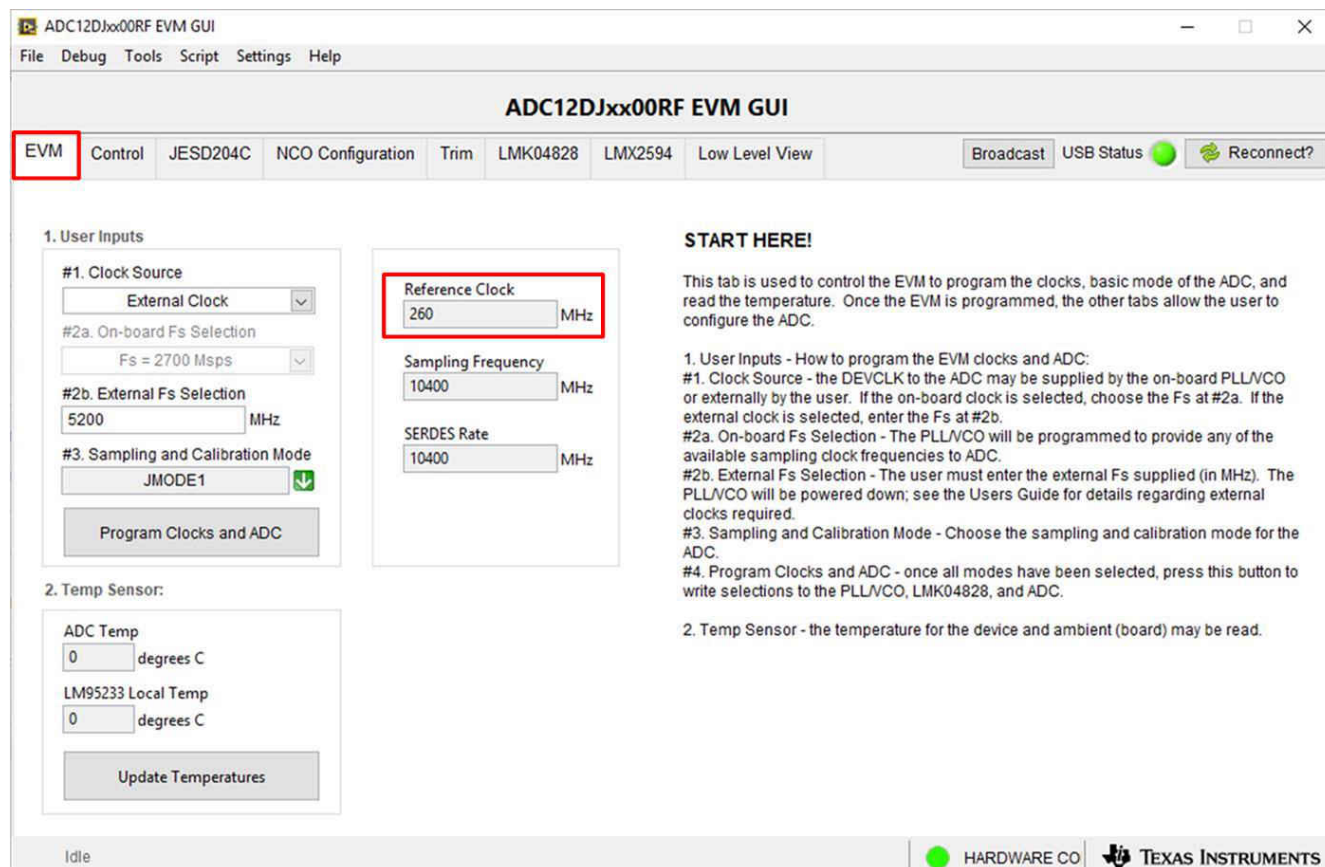
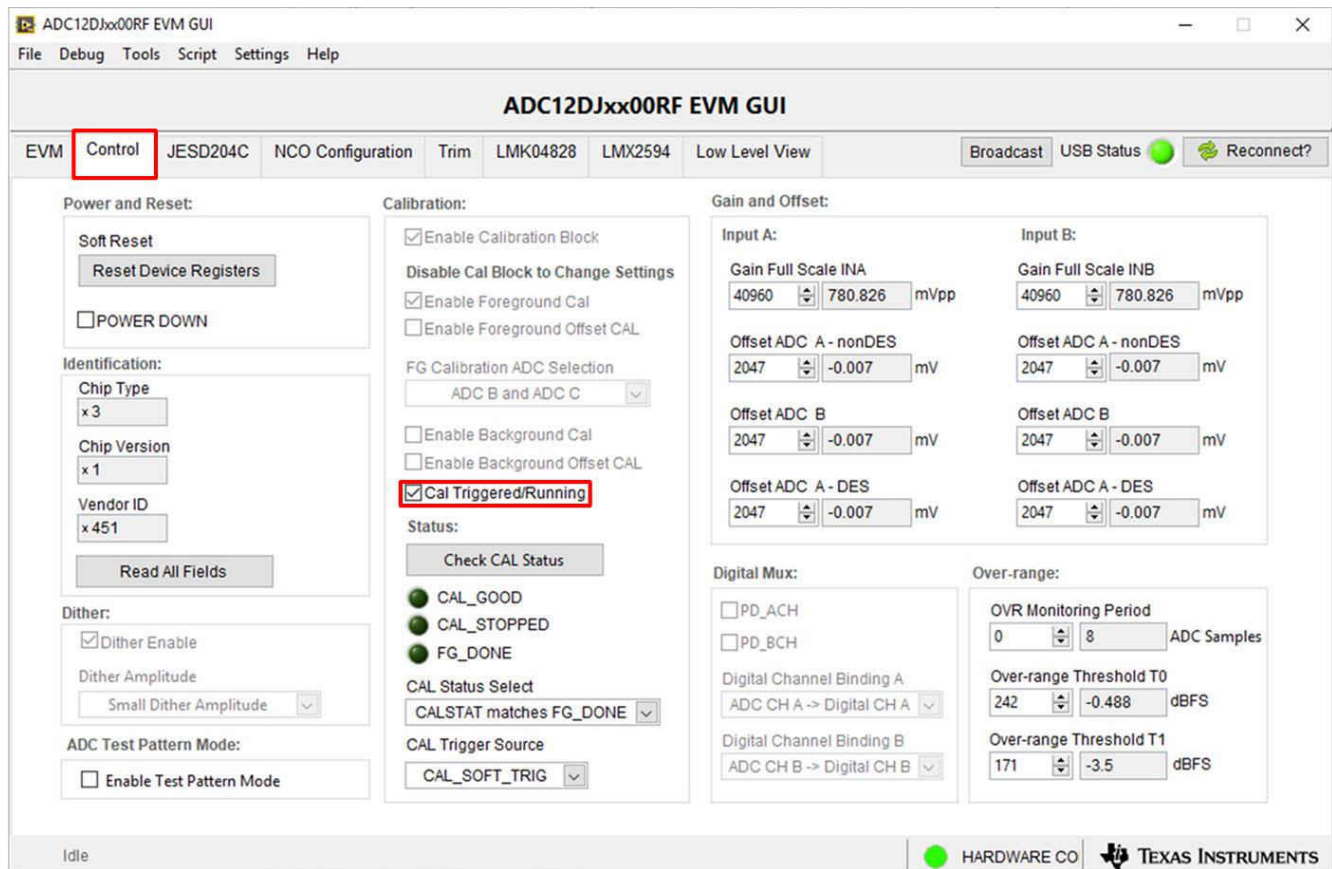

图 3-2. EVM 选项卡配置 GUI
图 3-3. ADC 控制配置 GUI
- a. 参考时钟频率可从 ADC12DJ5200EVM GUI 获取。将 ADC12DJ5200EVM GUI 配置为所需的 JMODE 模式和时钟速率后，EVM 所需的参考时钟频率会显示在 GUI 的第一页上，在图 3-2 中以红色方形显示。
图 3-2 和图 3-3 分别显示了已打开 *EVM* 选项卡和 *Control* 选项卡的 GUI。面板顶部的选项卡将配置分为器件和 EVM 特性，其中用户友好型控件和“Low Level”选项卡可用于直接配置寄存器。EVM 具有三个可配置器件，即 ADC12DJ5200RF/SE、LMK04828、LMK61E2 和 LMX2594。每个器件的寄存器映射都可在器件数据表中找到（分别为 ADC12DJ5200RF/SE 10.4GSPS 单通道或 5.2GSPS 双通道、12 位射频、具有双环路 PLL 的超低噪声且符合 JESD204B 标准的 LMK0482xB 时钟抖动清除器和 LMX2594 15GHz 宽带 PLLatinum™ 射频合成器）。